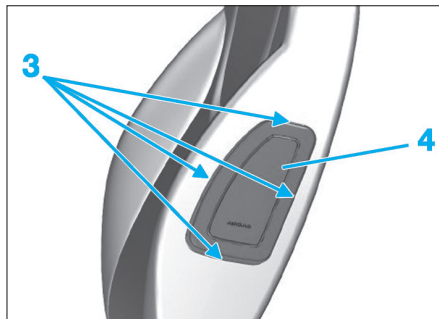

Fig. 7
- A l'aide d'un outil de dégarnissage, dégrafer le coussin gonflable latéral (4) en (3) (Fig.7).